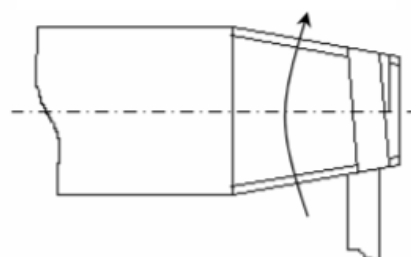

Bild 3
- Beginnend am kleineren Durchmesser des konischen Gewindes sind im Uhrzeigersinn (mit Blickrichtung auf die untere Planfläche des Ventilzapfens) mindestens drei Lagen PTFE Band ohne Überlappung zu wickeln. Dabei werden die ersten ein bis anderthalb Gewindegänge frei gelassen. (siehe Anlage 1, Bild 1 und 2) Anschließend wird mit einer Überlappung von ca. der halben Bandbreite weitergewickelt bis mindestens drei Viertel des Ventilzapfens mit PTFE-Band bedeckt ist (siehe Anlage 1, Bild 3).